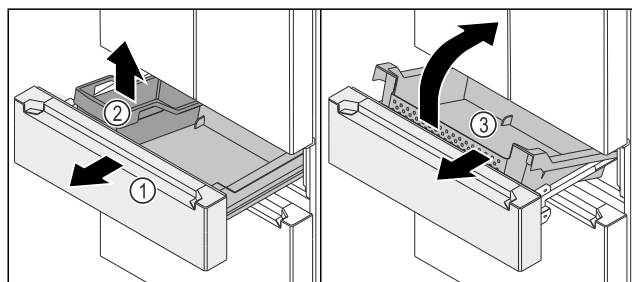

Fig. 150
- Sortir le chariot à glissière Fig. 150 (1) jusqu'en butée.
- Retirer la FlexBox Fig. 150 (2).
- Soulever l'avant du bac Fig. 150 (3).
- Retirer le bac Fig. 150 (3) par l'avant en l'inclinant.